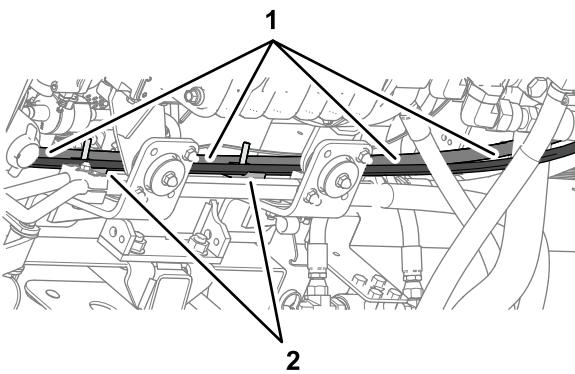

Figura 126
3. Encaminhe o tubo da bomba hidráulica 6 x 2819 mm (porta LS1 da válvula de direção EHI) com a união de 90° para a ranhura inferior da metade da braçadeira dos tubos na localização superior (Figura 126).